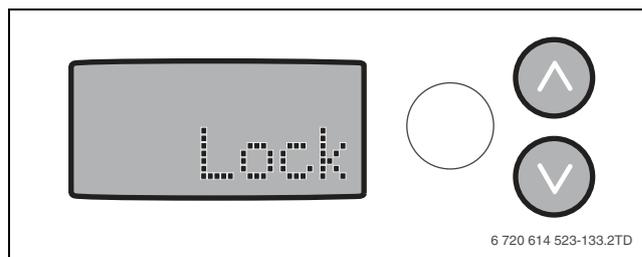

Рис. 40 Блокировка показана на дисплее
- На дисплее на 5 секунд появится слово «Lock» (→ рис. 40). Меню информации можно читать по прежнему.